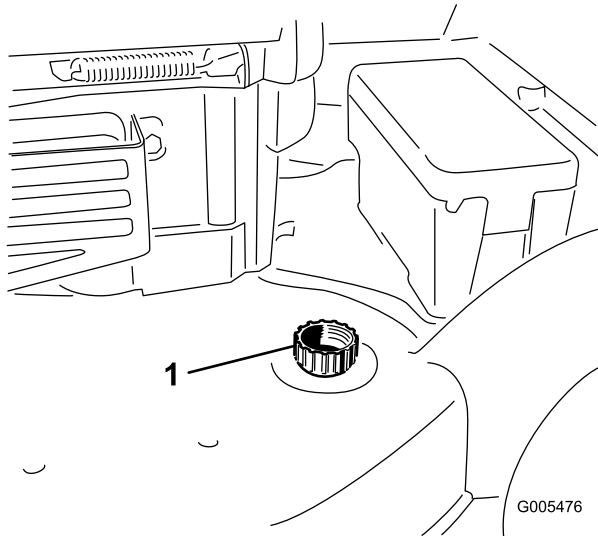

Bild 44
3. Befestigen Sie einen Gartenschlauch, der an einen Wasserhahn angeschlossen ist, am Wasseranschluss am Rasenmähergehäuse (Bild 44).